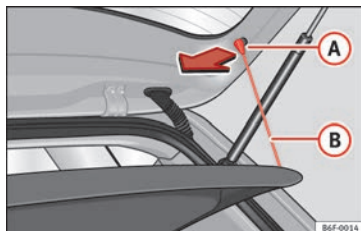

Bild 163 I bagagerummet: ta bort och montera hatthyllan.
- Haka loss öglorna »» bild 163 (B) från sina krokar (A).
- Haka fast öglorna »» bild 163 (B) i bakre locket.